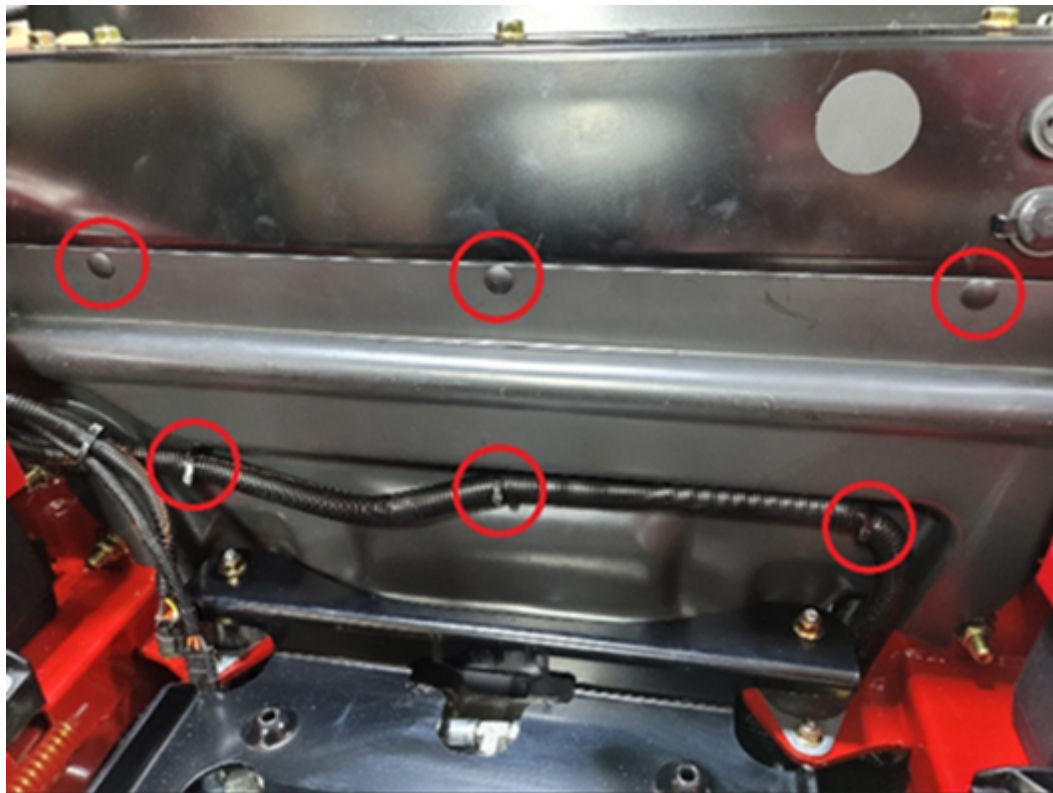

Рисунок 1
2. Снимите и удалите в отходы 3 кабельных стяжки, фиксирующие жгут проводов (Рисунок 1).
3. Снимите и удалите в отходы 3 пластмассовые заглушки, фиксирующие теплоотражающую панель (Рисунок 1).